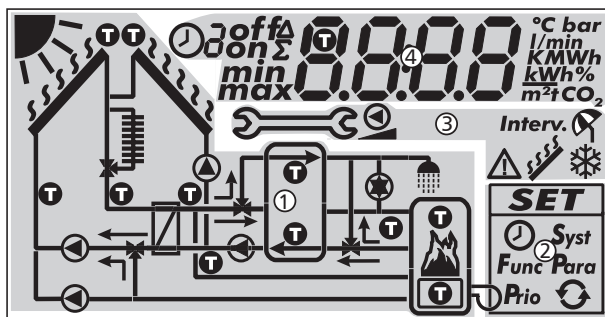

Fig. 8: aperçu des zones d'affichage (l'ensemble des éléments est représenté)
Le tableau suivant décrit les symboles du graphique de système (① sur la Fig. 8).
Le menu de configuration (② sur la Fig. 8) contient les entrées suivantes :
Le tableau suivant décrit les pictogrammes pour les fonctions (③ sur la Fig. 8).
L'affichage des valeurs d'exploitation et de configuration (④ sur la Fig. 8) se compose des éléments suivants :
①	Symbole pour le contrôle temps des fonctions. Le symbole s'affiche lorsque : <ul style="list-style-type: none"> • une limite de temps ou un contrôle temps est configuré • l'état de la limite de temps ou du contrôle temps est affiché • la limite de temps bloque un contrôle température (le symbole clignote)
②	Numéro de la plage horaire qui vient d'être définie/affichée dans le menu de configuration ou dans laquelle se situe l'heure actuelle. Le contrôle temps d'une fonction se compose de 1 ou 3 plages horaires réglables. Exemple : Plage horaire 1 : 06:00 – 08:00 Plage horaire 2 : 11:00 – 12:30 Plage horaire 3 : 17:00 – 19:00
③	Informations complémentaires : on, off : état de commutation/condition de commutation activé, désactivé max, min : valeur maximum , valeur minimum Σ : valeur cumulée d'exploitation depuis la première mise en service, non-réinitialisable Δ : valeur cumulée d'exploitation depuis la dernière remise à 0
④	Le symbole s'affiche lorsqu'une sonde de température est sélectionnée pendant le réglage d'une fonction.
⑤	Affichage de : <ul style="list-style-type: none"> • valeurs de mesure • valeurs de configuration • codes d'erreur • autres informations, version du logiciel p. ex.
⑥	Unité physique des valeurs affichées dans ⑤ : °C, K, l/min, %, h, kWh, MWh, tCO ₂